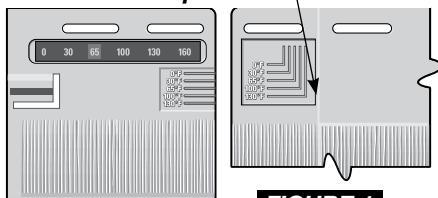

FIGURE 1
Le PanelThermometer est situé dans le coin supérieur droit du panneau et les lignes de repère dans le coin supérieur gauche (figure 1).
- 4) Installez le panneau suivant en le plaçant sous la bande de départ et contre le premier panneau. Poussez-le vers l'intérieur et vers le haut pour loger le panneau dans la bande de départ et dans les onglets latéraux du premier panneau, comme illustré à la figure 5. Espacez le second panneau en fonction de la température à l'aide des lignes de repère de la température du panneau (figure 1).